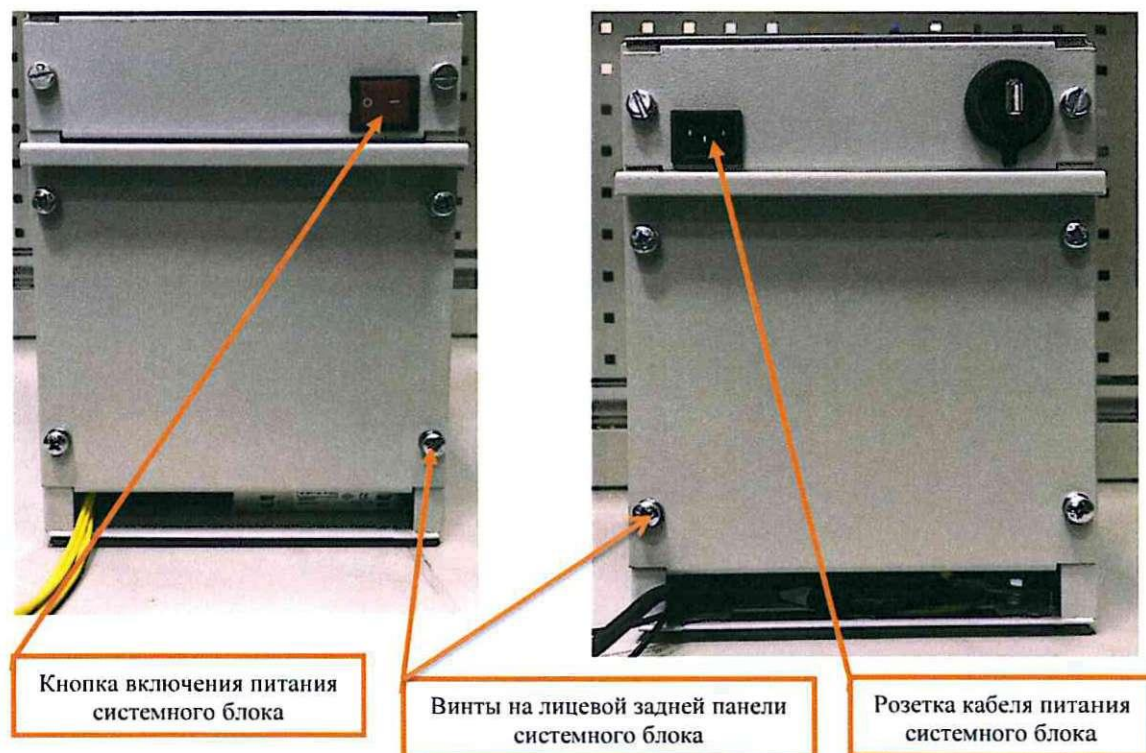

Рисунок 12. Отключение питания системного блока.
7.2.4 Отвернуть по четыре винта на лицевой и задней панели крестовой отверткой и снять переднюю и заднюю крышки системного блока (Рисунок 12 и Рисунок 13).